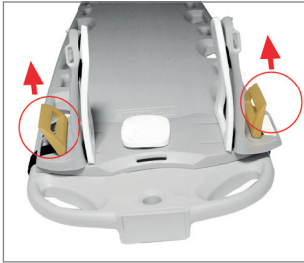
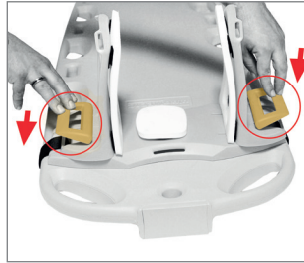

Bild 2a
Bild 2b
4. Drücken Sie beide Griffe des Fixierrahmens zum Feststellen nach unten (Bild 2b). Für eventuelle Nachjustierungen ziehen Sie beide Griffe nach oben (Bild 2a). In dieser Position können Sie die Fixierrahmen wieder bewegen.